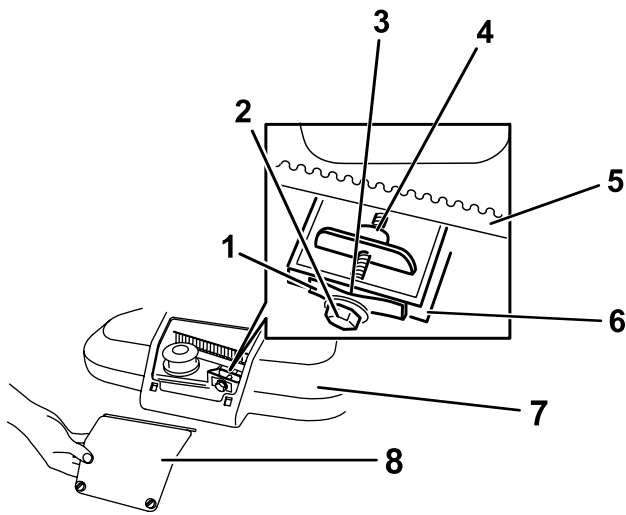

Figura 32
1. Slăbiți cele 2 organe de asamblare cu rotire un sfert de tură de pe panoul de acces la capacul curelei și scoateți panoul (Figura 32).
Notă: Dacă există un spațiu liber vizibil între lăcășă și arc, strângeți urubul de reglare și piulița până când lăcășă intră și iese la limită din spațiul liber (Figura 32).